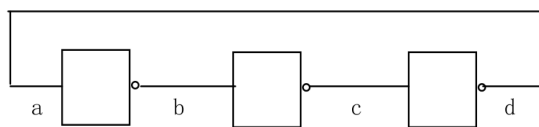

图 6: 环形振荡器
1. 利用门电路的延迟效应，用三级与非门组成环形振荡器产生矩形波。电路示意图见图 6。由延迟效应，周期  $T = 6t_{pd}$ 。